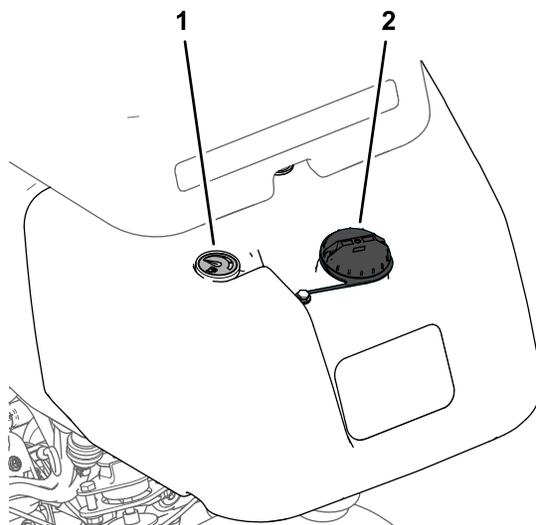

**Figura 21**
1. Limpie alrededor del tapón de combustible y retírelo (Figura 21 o Figura 22).